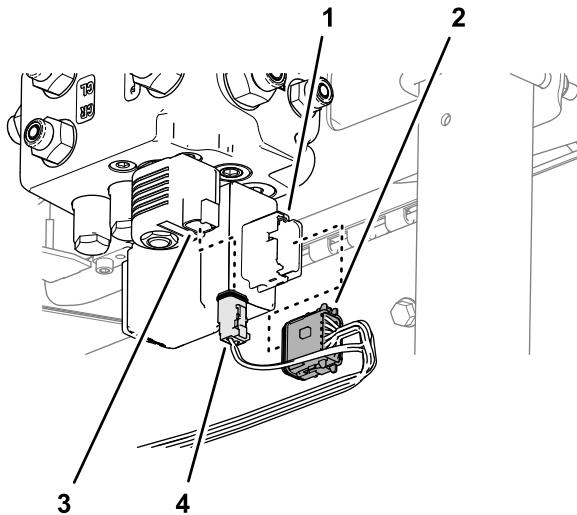

Bild 91
2. Stecken Sie den 12-poligen Anschluss des Kabelbaums mit der Beschriftung EHI A KEY (GREY) [ehi A-Schlüssel (grau)] in den 12-poligen Anschluss des EHI-Lenkventils (Bild 91).
3. Stecken Sie den 2-poligen Anschluss des Kabelbaums mit der Beschriftung EHI SOLENOID [EHI-Magnetventil] in den 2-poligen Anschluss des EHI-Magnetventils (Bild 91).